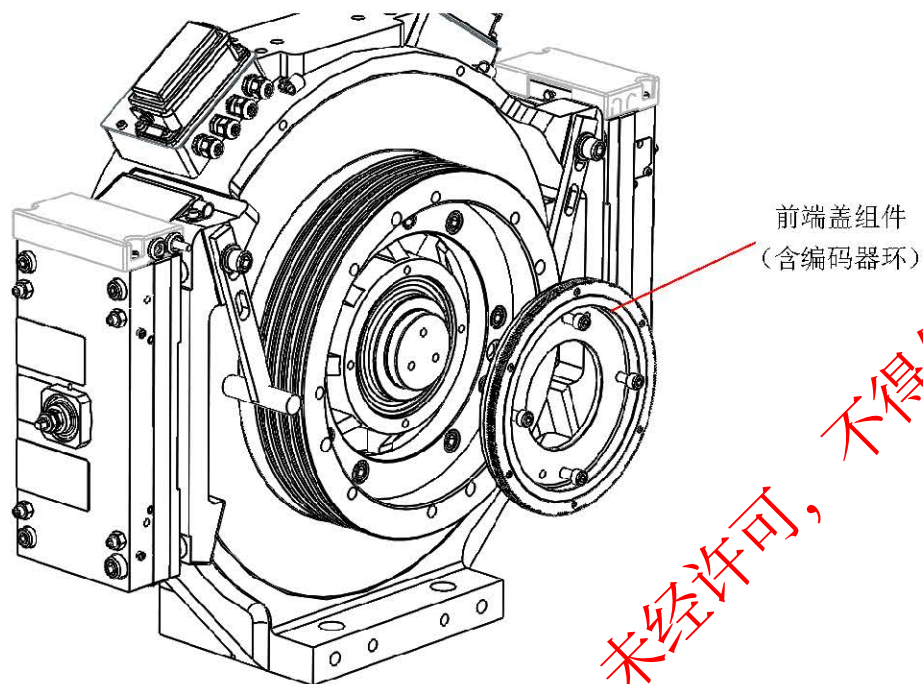

图 8-4 编码器环拆卸示意图
- c. 拆除前端盖组件（见图 8-4），然后拆除 6 个曳引轮安装螺栓 18，使用 M12×70 的螺栓，缓慢同步地将曳引轮顶出，并取出 3 个弹性圆柱销 17，顶出时要防止曳引轮掉落砸伤工作人员。
- 按图 8-4 所示，松开 4 个 M8 安装螺栓，拆除前端盖组件（含编码器环），更换新的前端盖组件，锁紧 4 个 M8 安装螺栓（涂抹适量乐泰 243 螺纹胶）。